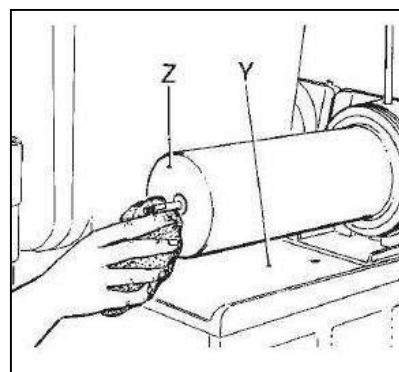

Fig. 15
-Lavare accuratamente l'evaporatore Z ed il piano raccogli condensa Y con una spugna imbevuta di acqua pulita, rimuovendo ogni residuo di prodotto (vedi fig.15).